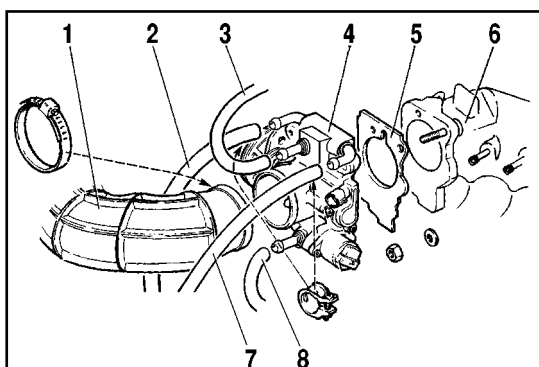

Рис. 1.7-03. Снятие дроссельного патрубка:
3. Отсоединить шланг 1 (рис. 1.7-03) впускной трубы, шланг 3 системы вентиляции картера и шланг 8 продувки адсорбера от патрубка (отвертка крестообразная).